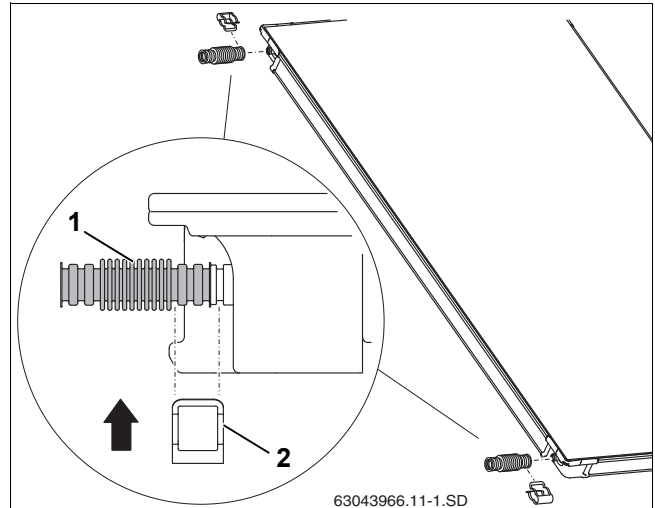

Рис. 45 Монтаж гофрированной соединительной трубы на первом коллекторе
- ▶ Наденьте гофрированные трубы (рис. 45, [1]) на левые штуцеры первого коллектора.
- ▶ Установите зажимы (рис. 45, [2]) для фиксации гофрированных труб на штуцерах коллектора.